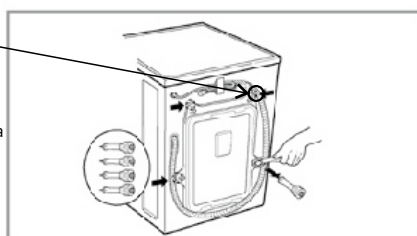

Рис. 3
3. Слегка покрутите резинку болта, затем извлеките болты и держите их, а также гаечный ключ всегда под рукой (Рис. 3).